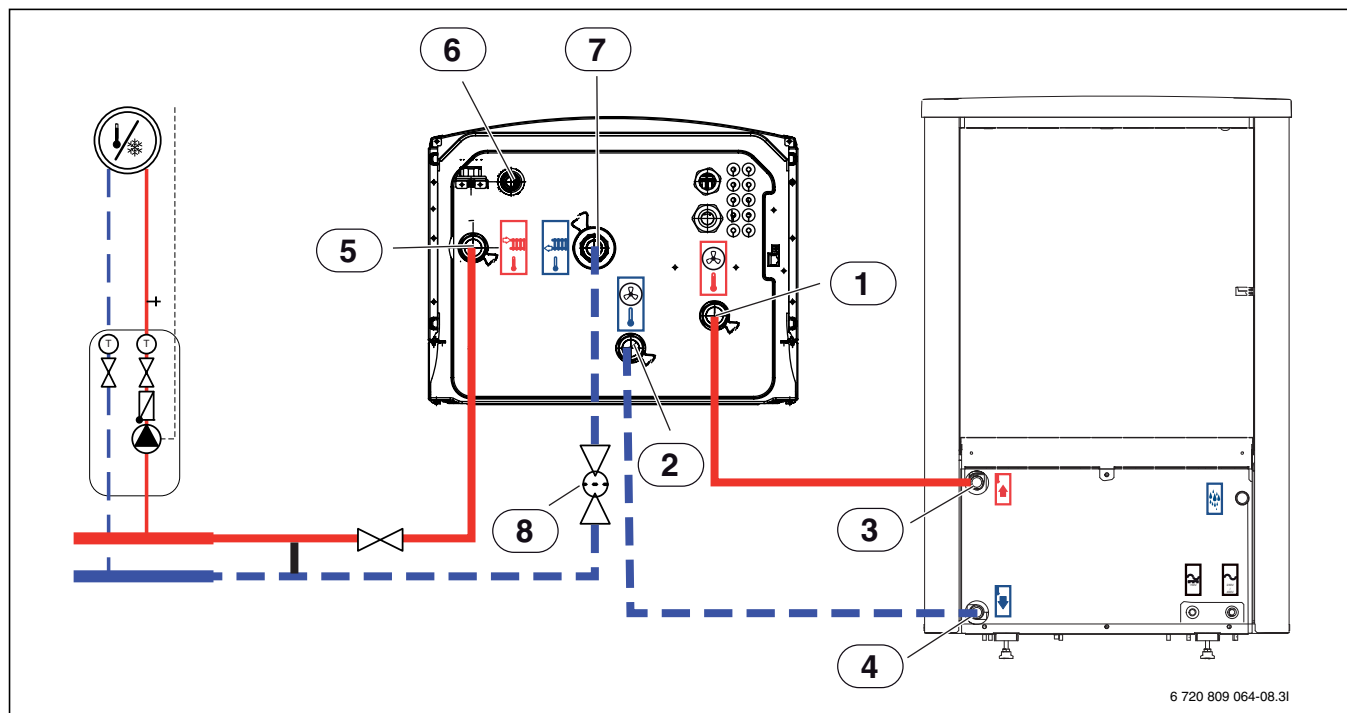

Fig. 30 Tilkobling av varmepumpemodul med strømtilskudd til varmepumpe og varmesystem
- ▶ Trekk spillvannslangen fra [6] Bild 30 ned til et frostfritt avløp.